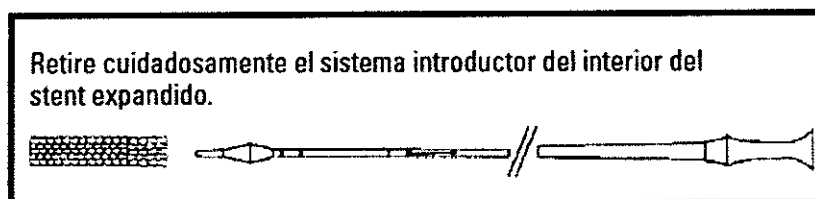

Figura 4. Extracción del sistema introductor
9. Evalúe la situación del stent desplegado y retire el sistema introductor y el broncoscopio. Confirme mediante broncoscopia y fluoroscopia que el stent se haya desplegado completamente respecto al catéter. Con cuidado, extraiga del stent expandido el sistema introductor, vigilando que no se desaloje el stent con la punta del catéter (Figura 4). Retire el broncoscopio y reanime al paciente como proceda. Posibilidad opcional: si es necesario, complete la expansión del stent mediante dilatadores de balón hasta alcanzar el diámetro del stent.